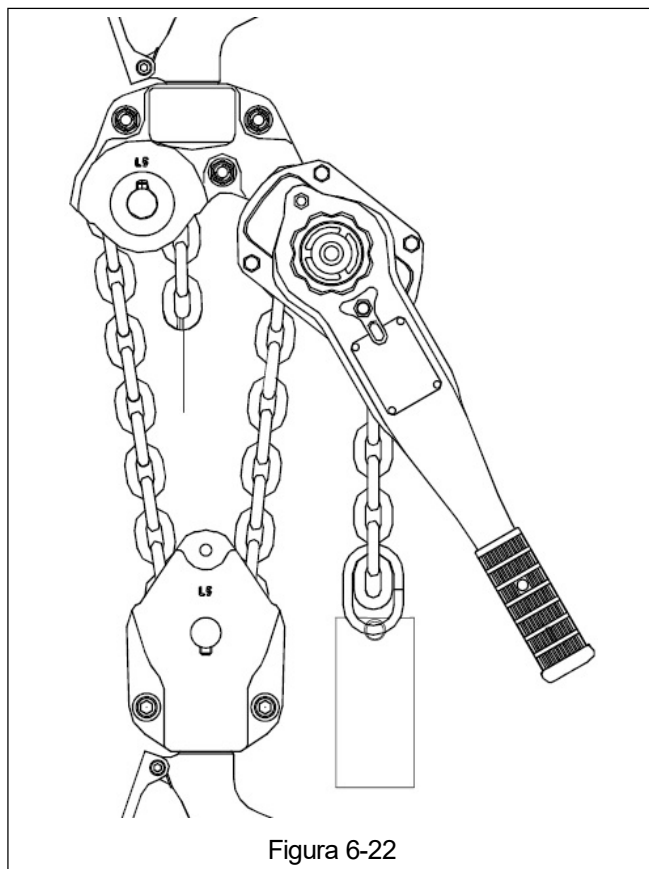

Figura 6-22
- 6.5.11.3 Conecte la cadena de carga al alambre en el bloque de gancho superior y empújela alrededor de la roldana inactiva para que el extremo de la cadena salga de la roldana inactiva en dirección al centro del bloque de gancho inferior. Consulte la Figura 6-22.